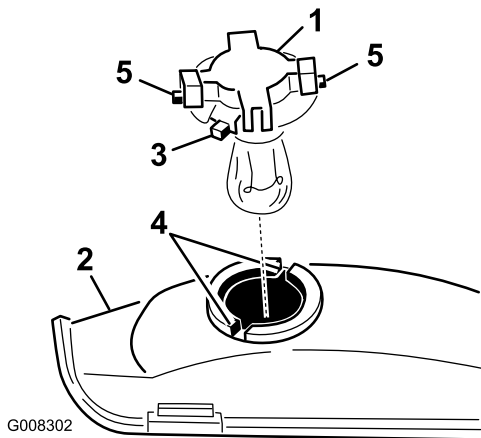

Figura 29
7. Gire el portalámparas 1/4 de giro en sentido contrario a las agujas del reloj y retírelo del reflector (Figura 29).